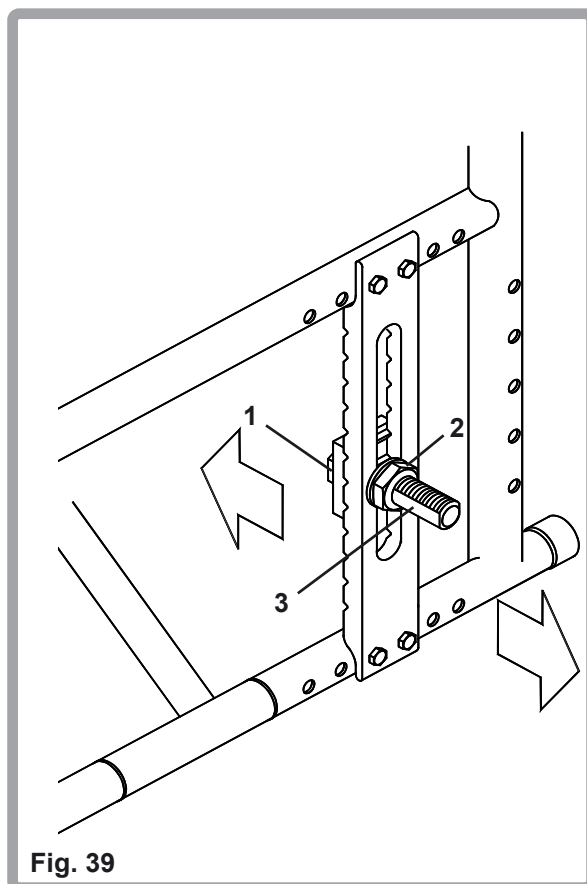

Fig. 39
Pour ajuster l'empattement arrière (Fig. 39), desserrer les écrous de 28 mm retenant le guide d'axe intérieur (1) et extérieur (2). Visser les écrous le long du guide d'axe (3) jusqu'à trouver le bon empattement. Serrer les écrous avec une clef (81Nm).